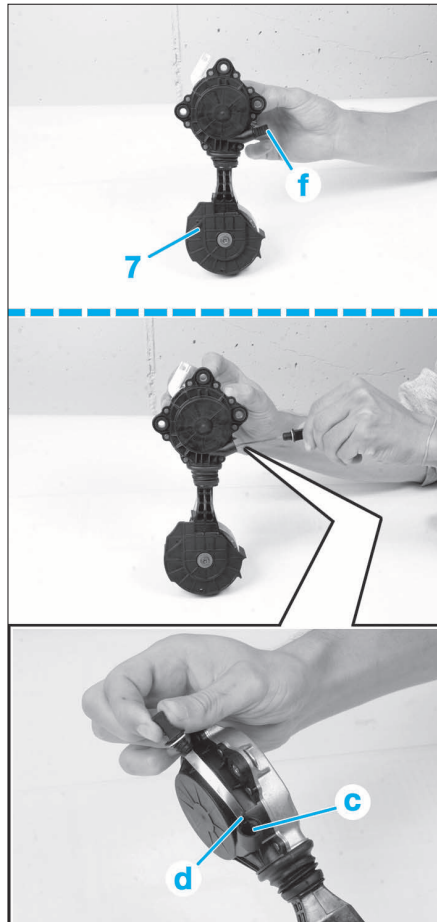

FIG. 21
- Tirer sur la languette (f) et enclencher l'encoche (d) sur le téton (c) (Fig.21).
- Vérifier que le galet (1) et la roue de friction (7) tournent librement sans point dur.